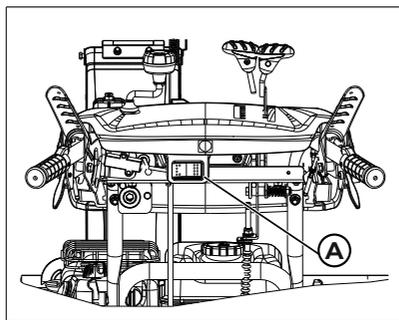

Рис. 29
1. Чтобы активировать подогрев рукояток, включите подогрев рукояток с помощью переключателя (рис. 29, поз. А).